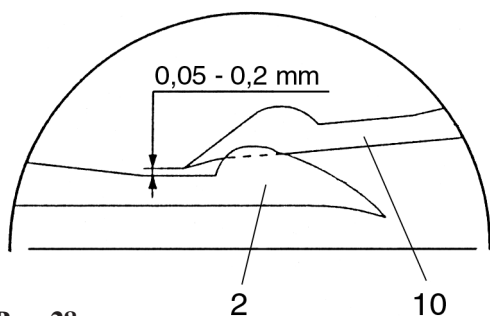

Рис. 28
В тот момент, когда оба петлителя перекрещиваются друг с другом (рис. 28), расстояние между носиком правого петлителя 10 и спинкой левого петлителя 2 должно составлять 0,05 - 0,2 мм.
- Оттяните вперед правый петлитель 10, чтобы расстояние между носиком правого петлителя и спинкой левого петлителя, составило 0,05 - 0,2 мм (рис. 28).